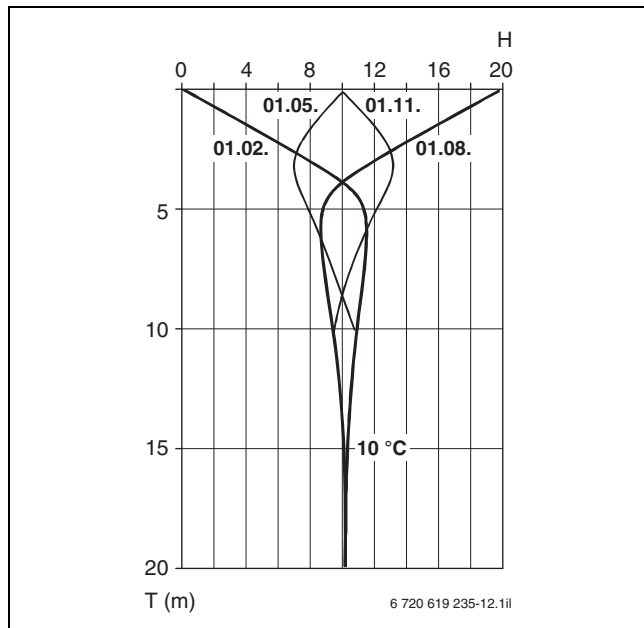

Bild 67 Temperaturverlauf in unterschiedlichen Tiefen des Erdreichs abhängig von einem jahreszeitlichen, mittleren Temperaturwert an der Erdoberfläche
- Rohrwendel über Vorlaufverteiler und Rücklaufsammler verlegt gemäß Skizze (→ Bild 67, Seite 60)
Ab einer Tiefe von ca. 15 m liegt die Erdtemperatur in Höhenlagen bis 500 m ganzjährig über 10 °C (→ Bild 67).